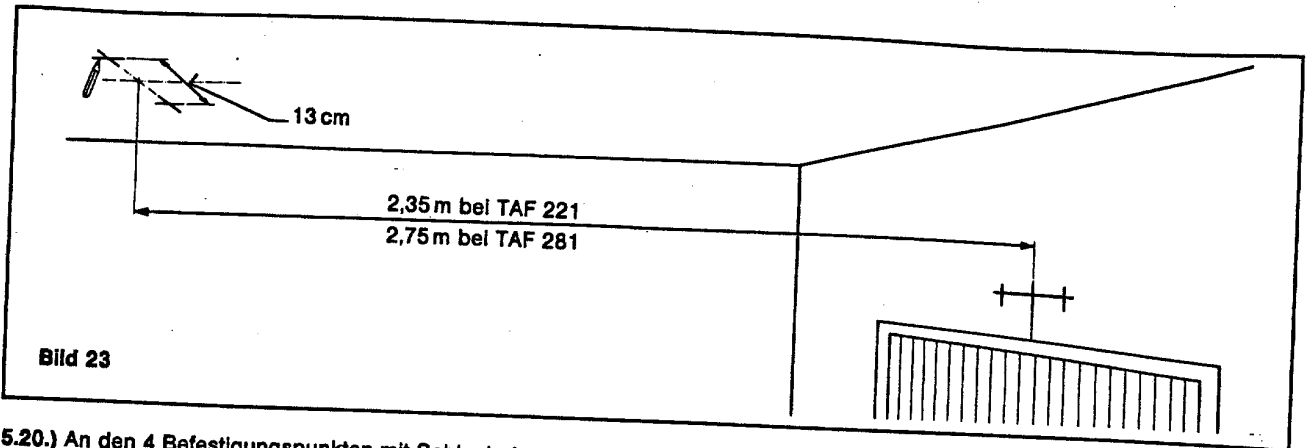

Bild 23
5.19.) Anschließend 2,35 m bei TAF 221 und 2,75 m bei TAF 281 vom Sturz entfernt symmetrisch zur Mittenkennzeichnung im Abstand von 13 cm die Bohrpunkte für die Dübel zur Selbstbefestigung anzeichnen (Bild 23).